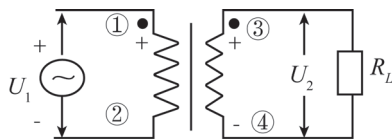

图1-5 变压器的同名端示意图
变压器不能改变交流电的频率。当一次绕组交流电压极性发生变化时，二次绕组上的交流电压极性也会同时发生变化。如图 1-5 所示，设某时刻是 U_1 的极性是上正下负，则一次绕组两端的电压也是①正②负，次级绕组感应出的电压有两种可能：一是③正④负，二是③负④正。